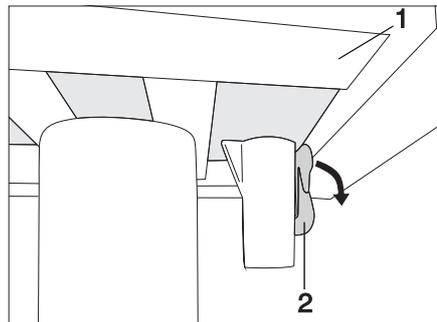

Bild 95 Arretierung Einsäulentisch (verriegelt)
- Arretierhebel (Bild 95,2) nach unten drücken.
- Tischplatte (Bild 95,1) in die gewünschte Position verschieben.
- Arretierhebel (Bild 95,2) wieder nach oben drücken.